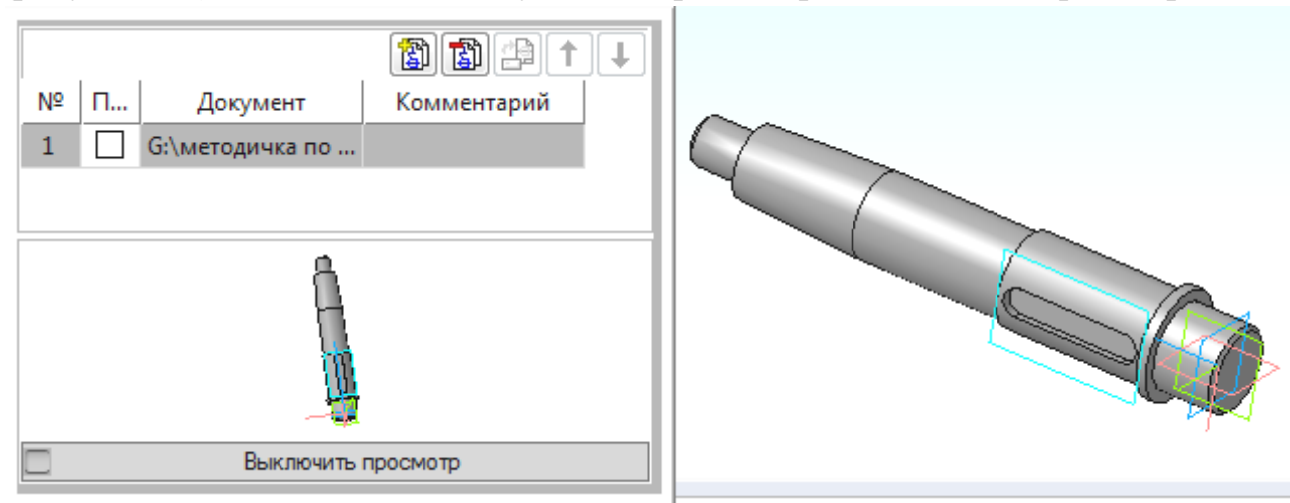

Рисунок 4.2 – Созданный элемент спецификации
- 11) На экране появится сформированная строка спецификации (рисунок 4.2). Нажмите кнопку **ОК**. Сохраните файл детали. Закройте файл.